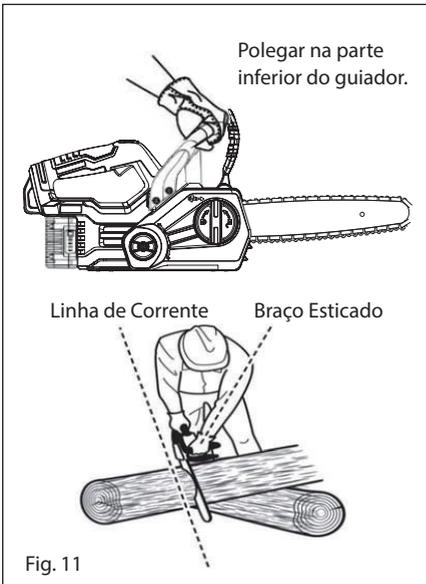

Fig. 11
### 5. Posição de Corte Adequada (fig.11).
7. Ao cortar um tronco deitado no chão, faça primeiro um corte com 1/3 do diâmetro do tronco, depois vire o tronco do lado oposto e termine de cortar desse lado (fig.11).